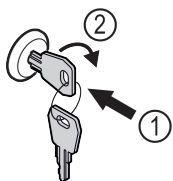

Fig. 162 Reprezentare exemplificatoare
- ▶ Introduceți cheia prin apăsare Fig. 162 (1).
- ▶ Rotiți cheia cu 90° în sensul acelor de ceasornic Fig. 162 (2).